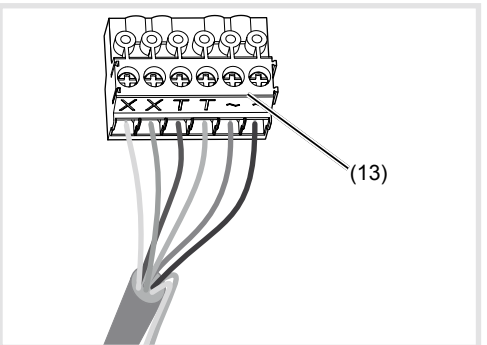

Figura 5: blocco di serraggio di collegamento cablato
- Tirare verso il basso il blocco di serraggio di collegamento (13) dell'apparecchio.
- Collegare la coppia di fili della linea bus a 2 fili ai morsetti **XX** del blocco di serraggio di collegamento (figura 5).
- Eventualmente collegare il cavo apriporta ai morsetti **TT** del blocco di serraggio di collegamento (figura 5 e 6).
- Per l'illuminazione fondo tasti di chiamata e il riscaldamento della telecamera di 12 V~, collegare la linea di alimentazione del trasformatore di rete ai morsetti **~** del blocco di serraggio di collegamento (figura 5 ... 7).